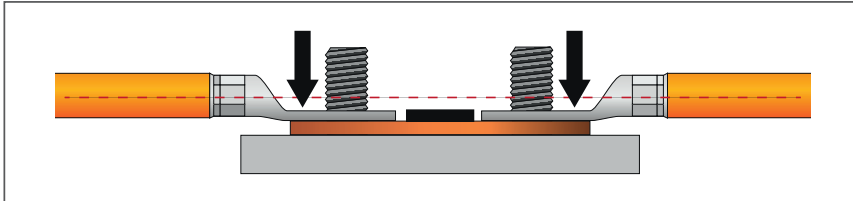

Abb. 5-14: HV BM 1.2, Leitung HV- ( $\leq 35 \text{ mm}^2$ ), Shunt-Modul und Ringkabelschuhe auf Gewindebolzen aufsetzen
- ☞ Die Ringkabelschuhe wie in Abb. 5-14 dargestellt auf die Gewindebolzen aufsetzen. Dabei darauf achten, dass die Oberfläche der Ringkabelschuhe plan auf der Montagefläche (Shunt-Modul) aufliegt.